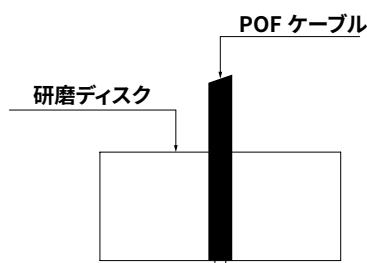

図. 1 - POFファイバーケーブルを仕上げディスクに挿入
- 圧着前に、POFファイバーケーブルを仕上げディスク(CLDL DD)に差し込みます。(図1参照)